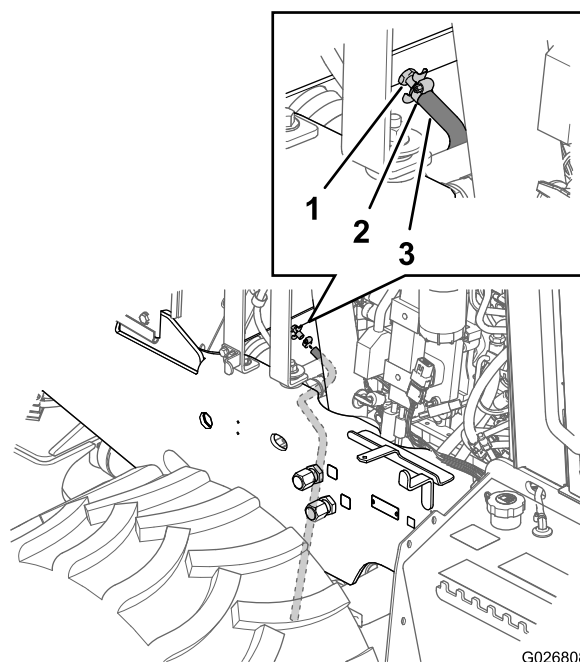
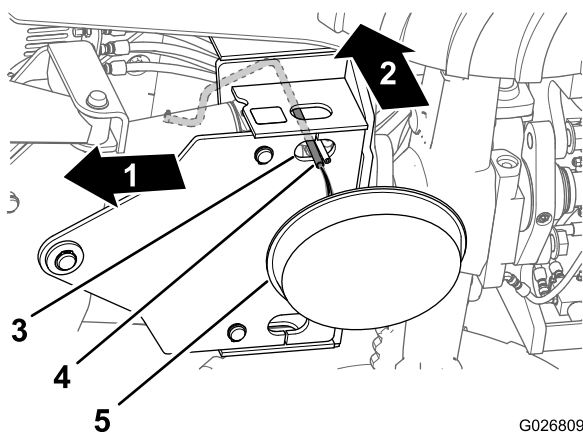
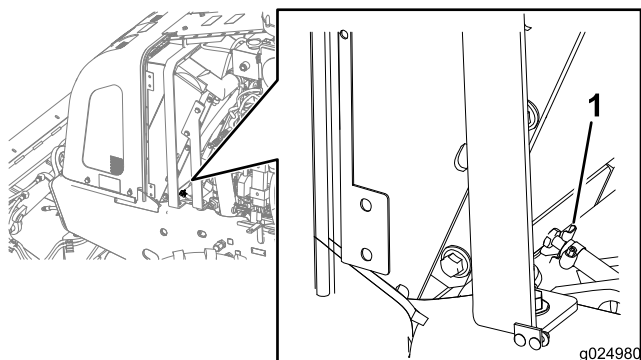

Рисунок 99
Рисунок 100
Рисунок 101
4. Надвиньте шланг, устойчивый к воздействию охлаждающей жидкости (3/8 x 30 дюймов) на выход сливного крана на радиаторе (Рисунок 99).
5. Прикрепите шланг к сливному крану с помощью хомута (Рисунок 99).
6. Проложите шланг вниз через отверстие в нижней опорной пластине для отвала обратной засыпки (Рисунок 100).
7. Установите сливной поддон с минимальной емкостью 23 л под открытый конец сливного шланга (Рисунок 100).
9. Закройте сливной кран (Рисунок 101).
10. Снимите сливной шланг и хомут (Рисунок 99 и Рисунок 100).
- A. Убедитесь в том, что охлаждающая жидкость слита из радиатора и сливной кран закрыт (Рисунок 101).
- D. Откройте сливной кран и слейте чистящий раствор в сливной поддон (Рисунок 99 и Рисунок 101).
- E. Закройте сливной кран (Рисунок 101).
- C. Откройте сливной кран (Рисунок 101) и слейте воду в сливной поддон.